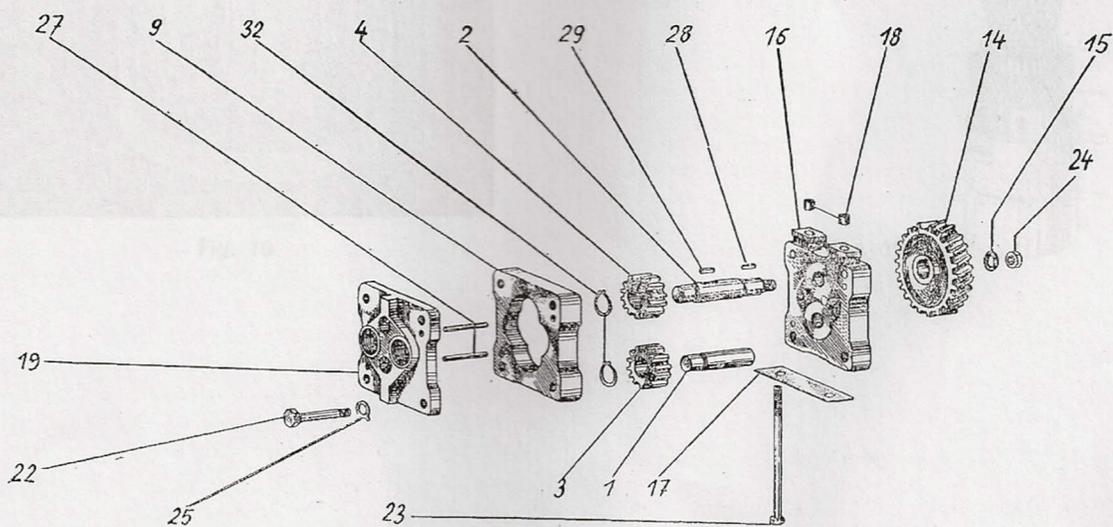
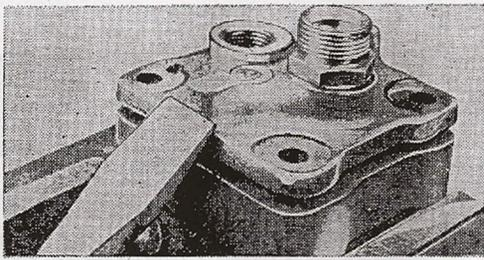

Fig. 16
Fig. 17
5. Défreiner les quatre vis M 8×45 (M 8×30) sur le tracteur Zetor 2511 et M 8×50 sur le tracteur Zetor 4511 (fig. 16/22), les dévisser et déposer les arrêteurs (fig. 16/25).
6. Appliquer de bas en haut des coups légers sur les saillies venues de fonte (fig. 17) du couvercle, chasser le couvercle des goupilles de centrage (fig. 16/27). Attention aux faces lapées!
7. Pousser sans forcer hors du corps de la pompe le pignon commandé par la distribution (fig. 16/14) en bloc avec son arbre (fig. 16/2). Ce pignon est retenu par une clavette (fig. 16/29) et freiné par un anneau Seeger (fig. 16/32).
8. Le pignon mené (fig. 16/3) est logé sur l'axe (fig. 16/17).